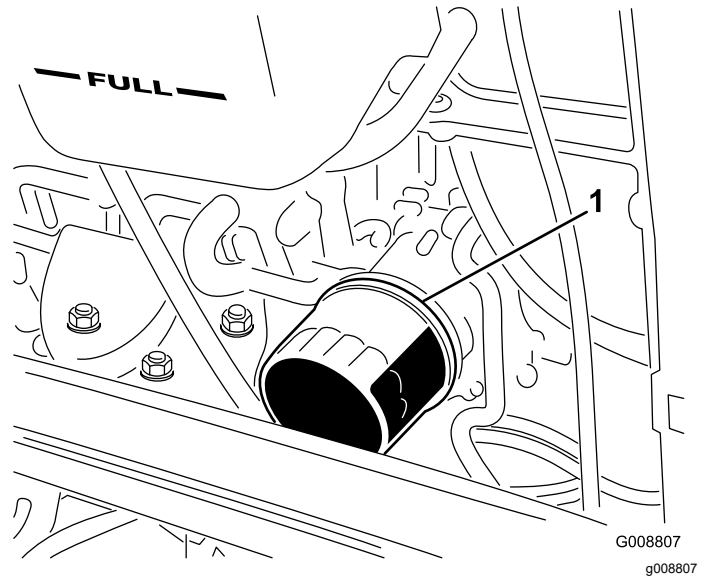

Figure 92
4. Déposez le filtre à huile (Figure 92).